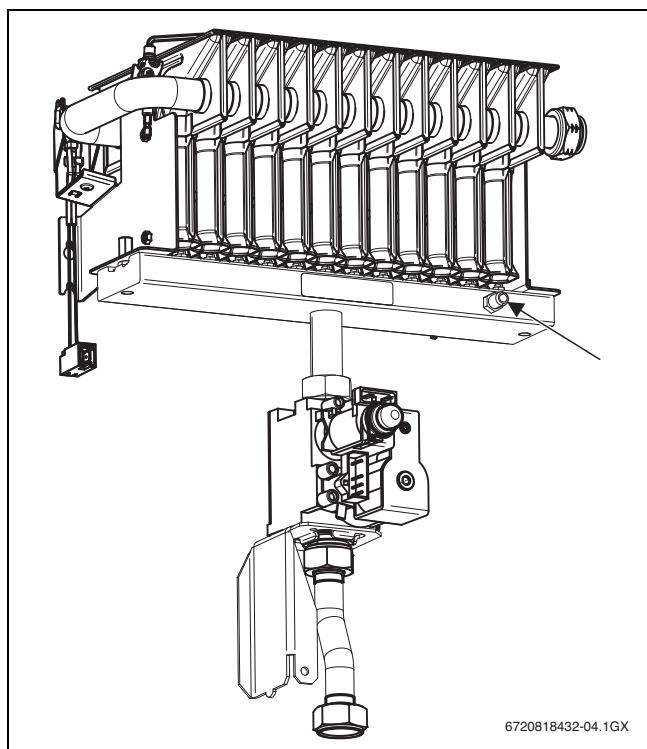

Fig. 25 Tornillo con junta para presión de inyectores
- Soltar el tornillo con junta en el cuerpo del quemador (→ fig. 25) y conectar el manómetro para tubos en U.